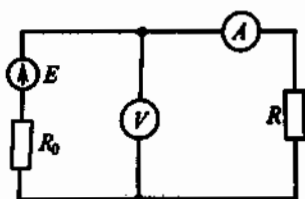

Рис. 6
1.10. Р. Каково внутреннее сопротивление R_0 источника электроэнергии на рис. 6, если при токе нагрузки 5 А вольтметр показывает 48 В, а при токе 10 А — 46 В?